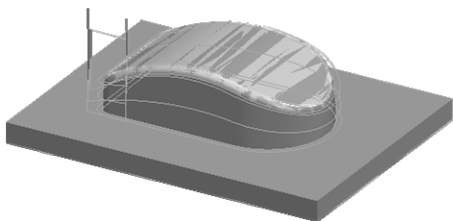

图 5-55 生成刀具轨迹
2) 拾取进刀点后，系统提示“切换加工方向”，直接单击右键，系统开始计算，稍后得出刀具轨迹如图 5-55 所示。